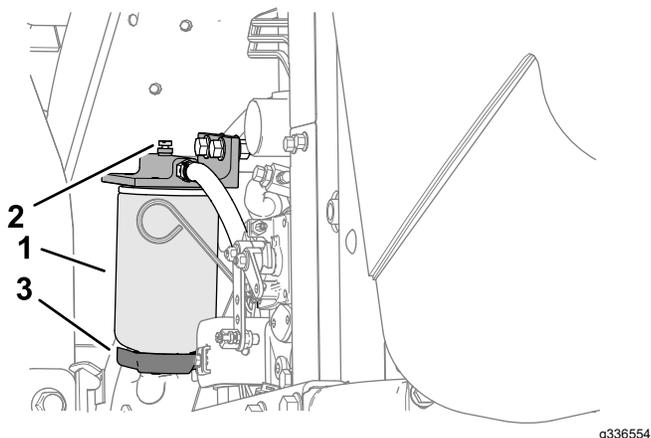

图 77
4. 松开过滤器过滤筒底部的排油阀 (图 77)。
3. 清洁滤清器过滤筒的安装区域 图 77。